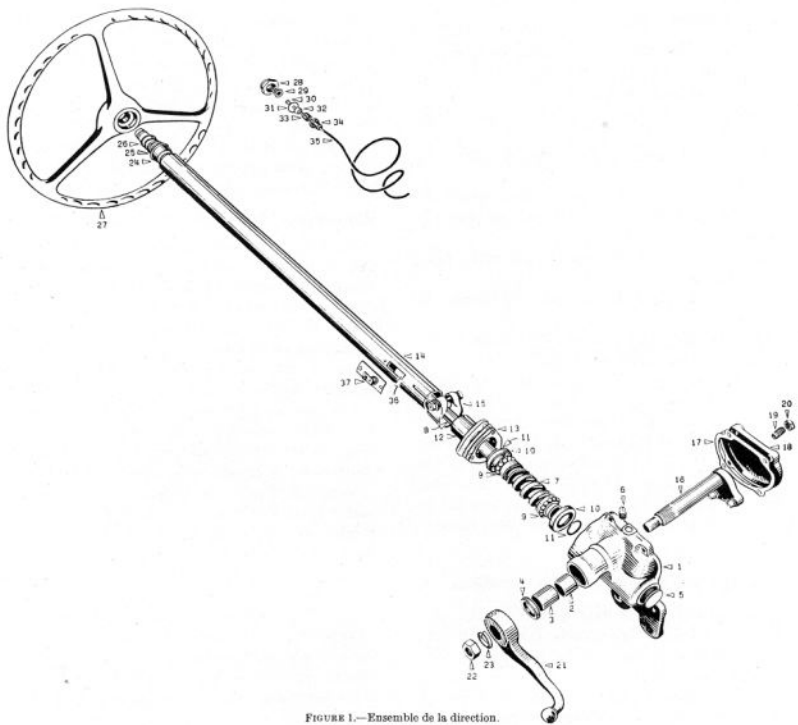

FIGURE 1.—Ensemble de la direction.
5. Enlever le balai de contact du câble électrique de l'avertisseur (No. 37, fig. 1).
Il faut d'abord enlever le levier de direction No. 21, figure 1, à l'aide d'un arrache-levier. Desserrer l'écrou de blocage No. 20 et la vis de réglage No. 19 de quelques tours. Enlever les vis de fixation du couvercle latéral, ainsi que les rondelles et enlever ce couvercle No. 18 avec son joint No. 17.